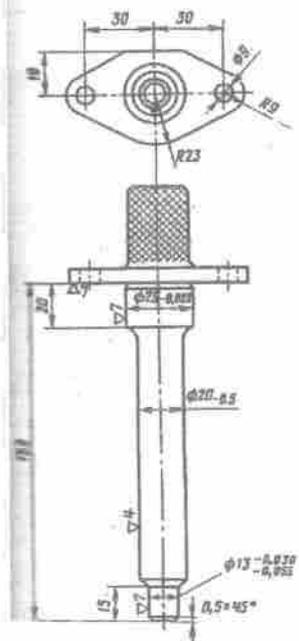

Bild 70. Zentrierdorn für Ölpumpe
3. Sich vergewissern, daß der Kompressionsvorgang begonnen hat und die Kurbelwelle langsam weiterdrehen, bis Marke 2 (Bild 25) auf der Kurbellwellenscheibe mit Stift 1 zusammenfällt. Darauf die Pumpe achsfluchtend mit der Bohrung für den Antrieb aufstellen. Dazu den Zentrierdorn verwenden (s. Bild 70), der dicht in die Bohrung des Motorblocks für den Antrieb hineingeht und mit einem zylindrischen Schaft (Durchmesser 13 mm) versehen ist. Die Pumpe nach dem Schaft des Dorns zentrieren und in dieser Stellung befestigen.